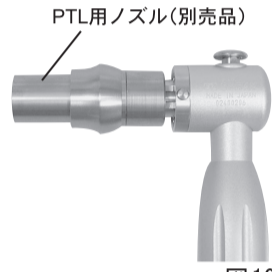

図10
(1) EZスプレーグリップのインサートへPTL用ノズル (別売品) を止まるまで差し込み取り付けます。(図10)